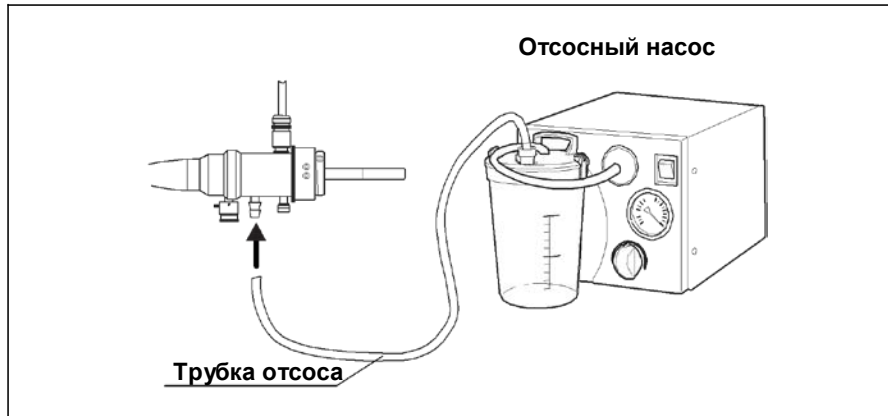

Рис. 3.26
4. Подключите отсосную трубку отсосного насоса к адаптеру отсоса на адаптере световода (Рис. 3.26).